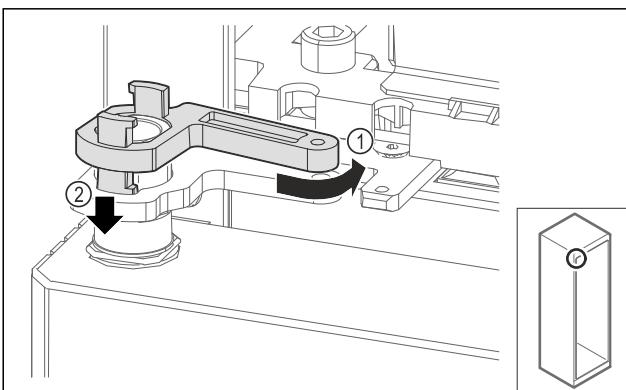

Fig. 71
- Pagrieziet mazliet atpakaļ gultņa balsta fiksatoru Fig. 71 (1), spiediet uz leju Fig. 71 (2) un nofiksējiet lokāmajā kroņsteinā.